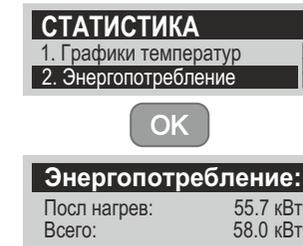

Рисунок 32. Статистика энергопотребления.
7.4.5.2 «2. Энергопотребление» - переход в режим просмотра информации об энергопотреблении (см. рис. 32);